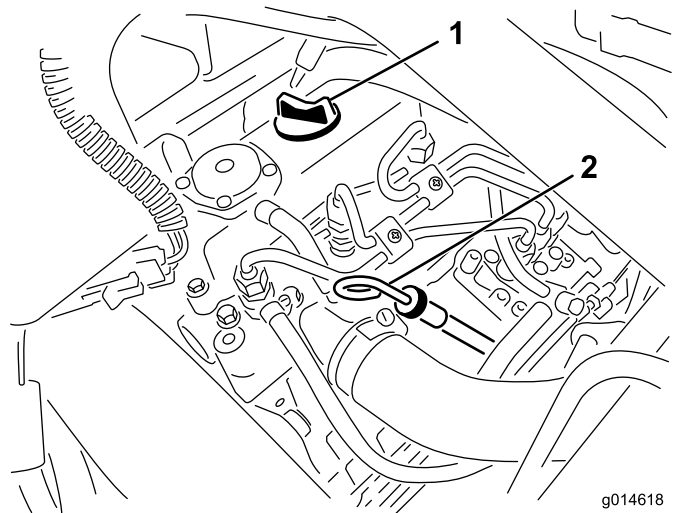

Figura 34
2. Retire la varilla y límpiela con un paño limpio (Figura 34).